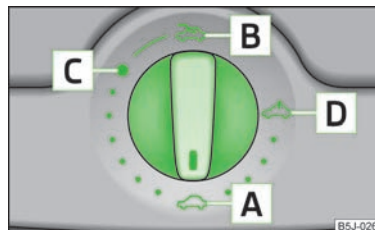

Fig. 19
O tecto de correr/de abrir é accionado com o interruptor rotativo » Fig. 19 e funciona apenas com a ignição ligada. O interruptor rotativo tem várias posições.
- Rode o interruptor para a posição C » Fig. 19.
➤ Rode o interruptor para a posição **A** » Fig. 19.
O tecto de correr/de abrir está equipado com uma limitação de esforço. Caso um obstáculo (p. ex. gelo) o impeça de se fechar, o tecto de correr/de abrir pára e abre completamente. Pode fechar completamente o tecto de correr/de abrir sem limitação de esforço, se pressionar o interruptor para a posição **A** » Fig. 19 à frente, até que o tecto de correr/de abrir esteja completamente fechado » **!**.
Após cada accionamento de emergência (com a chave Allen), o tecto de correr/de abrir tem de ser colocado de novo na posição inicial. Tem, por isso, de colocar o interruptor rotativo na posição **A** » Fig. 19 e carregar na parte da frente do mesmo, durante aproximadamente 10 segundos.